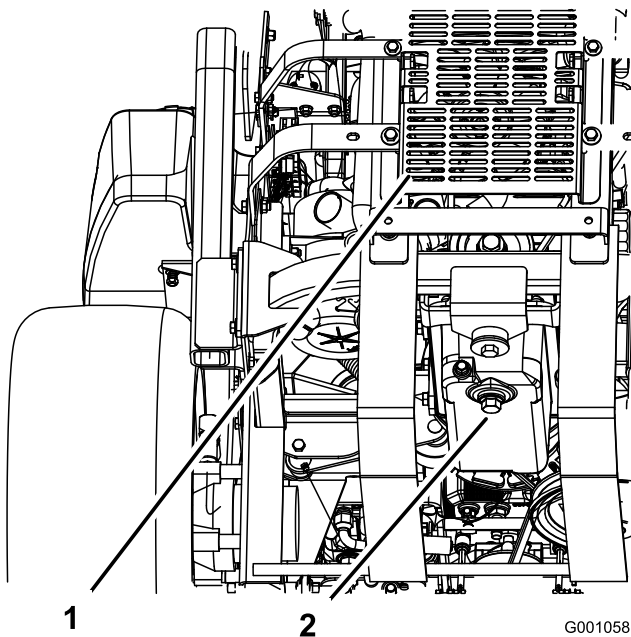

Figure 43
- Placez un bac de vidange sous l'orifice de vidange. Retirez le bouchon de vidange et laissez s'écouler toute l'huile (Figure 43).